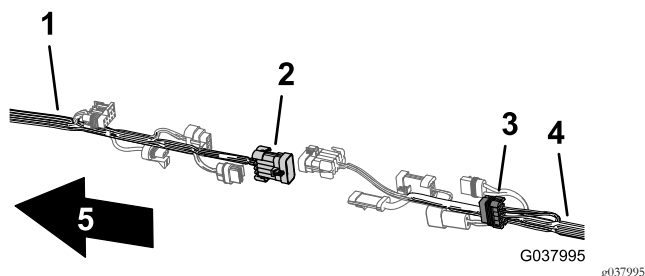

Figura 110
6. Collegate il connettore a 10 pin del cablaggio preassemblato anteriore per l'interconnessione del cablaggio dell'irroratrice al connettore a 10 prese del cablaggio preassemblato posteriore per l'interconnessione del cablaggio dell'irroratrice (Figura 110).